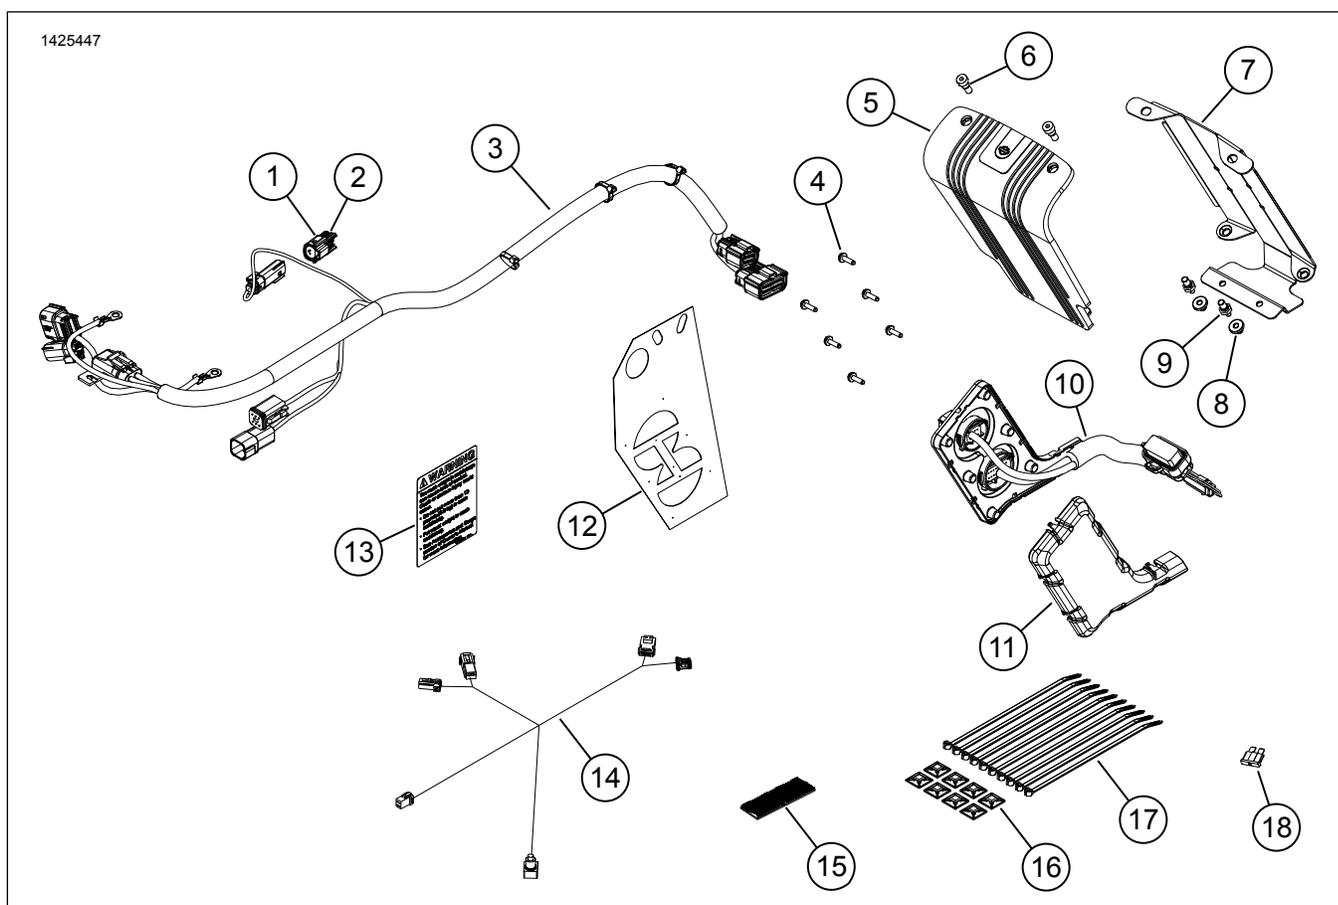

Рисунок 1. Запасные части: Комплект главного усилителя
3. См. рис. 1. Приклейте наклейку с информацией о предельной нагрузке кофра (13).